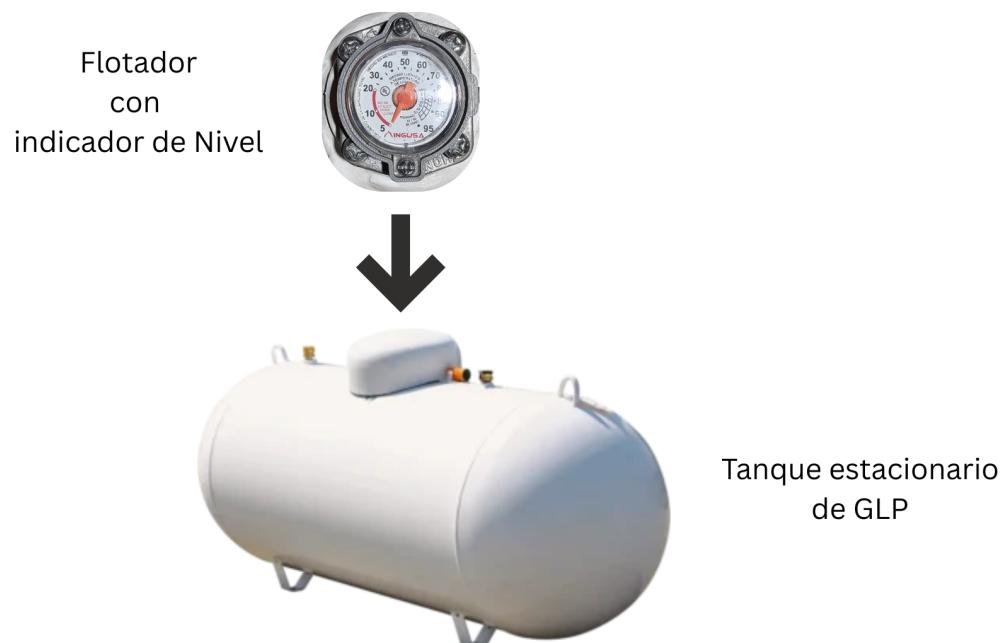

Figura 1 Ubicación del flotador en el tanque estacionario de GLP
- El flotador con indicador de nivel generalmente se encuentra en la parte superior del tanque o bajo una cubierta protectora contra el sol, como se muestra en la Figura 1.